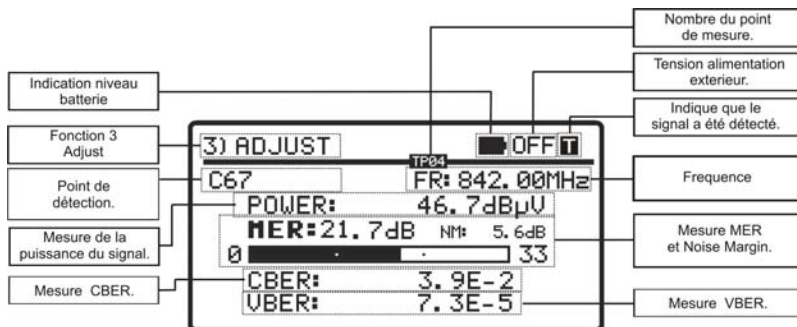

Figure 14.- Écran de la fonction ADJUST.
- 3.- Une fois effectuées les mesures, celle-ci sont affichées sur l'écran sous forme graphique et alphanumérique (Figure 14.-). Les unités utilisées pour la mesure de puissance moyenne peuvent être configurées depuis le logiciel PC, l'utilisateur peut choisir comme unité dB μ V, dBmV ou dBm.